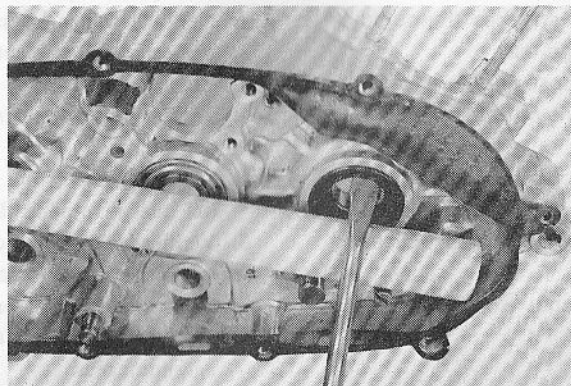

Fig. 3-3-37
- a. Pry oil seal(s) out of place using a slot head screwdriver. Always replace all oil seals when overhauling engine. (Fig. 3-3-37)
Place a piece of wood under the screwdriver to prevent damage to case. (Fig. 3-3-37)
- a. Forcer en retirant les joints d'huile à l'aide d'un tournevis. Toujours remplacer tous les joints d'huile en révisant le moteur. (Fig. 3-3-37)
Placer un morceau de bois sous le tournevis pour éviter d'endommager le carter. (Fig. 3-3-37)